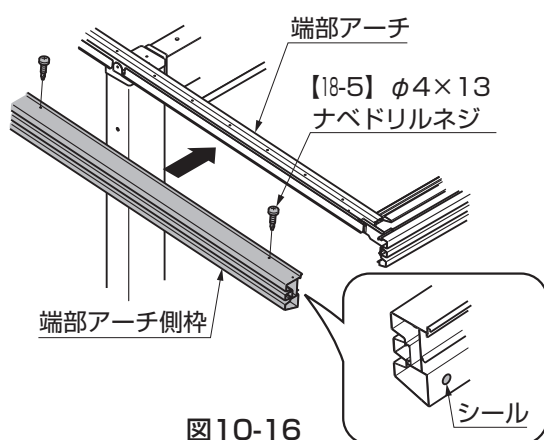
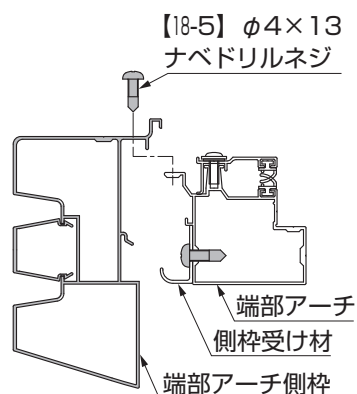

図10-16
図10-17
①端部アーチ側枠を端部アーチに【18-5】で取付けてください。(図10-16、図10-17参照)
- 端部アーチ側枠には左右があります。丸いシールの張ってある方を水下側にして取付けてください。(図10-16参照)